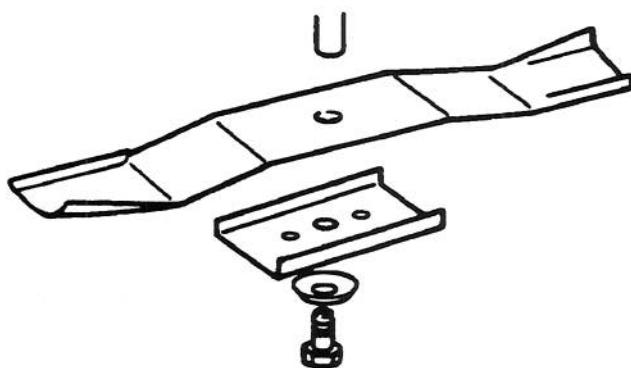

Figure 35
- Déposer le boulon (à l'aide d'une clé de 5/8"), la rondelle incurvée, la pièce de retenue et la lame (Fig. 35). Une cale en bois peut être insérée entre la tondeuse et la lame pour immobiliser cette dernière lorsque le boulon est déposé.
1. Poser la lame, la pièce de retenue, la rondelle incurvée (côté concave vers la lame) et le boulon (Fig. 35).